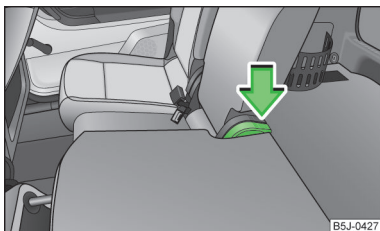

Fig. 44
- Apăsați maneta » fig. 44 și rabatați spătarul scaunului spre înapoi. Asigurați-vă, prin tragere, că spătarul scaunului este fixat.